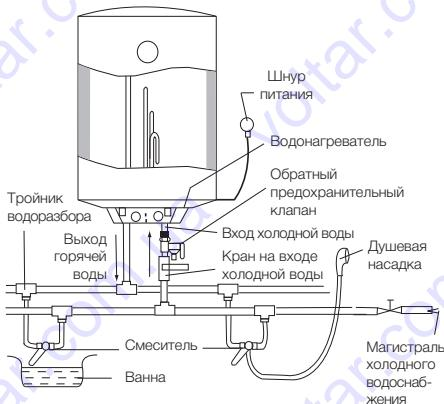

Рис. 4
- Если необходимо реализовать многофункциональную систему водоснабжения, используйте способ соединения (см. рис. 4).